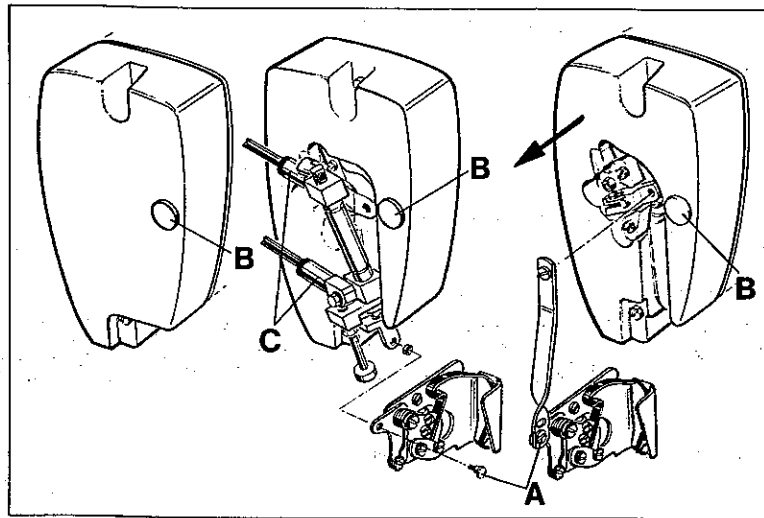
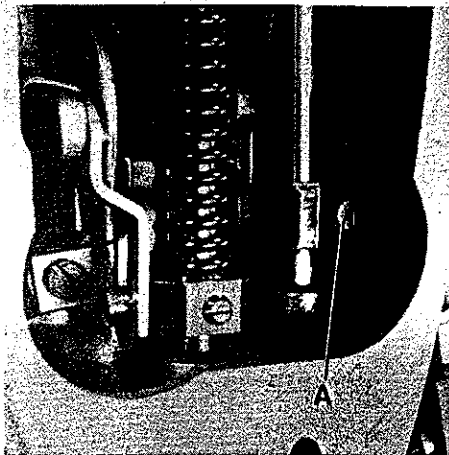
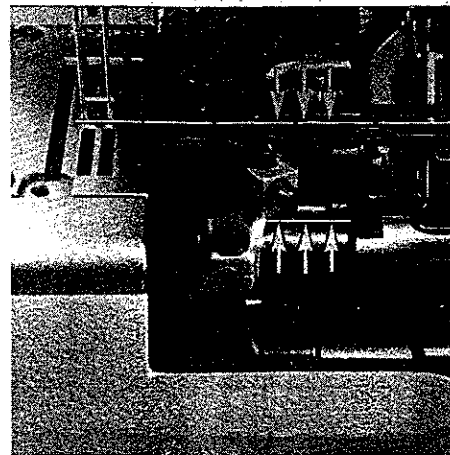
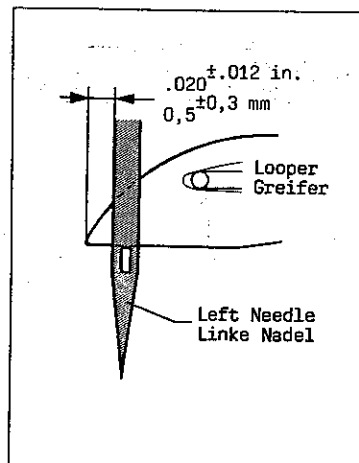

Fig.18
Fig. 19
Fig.20
Fig. 22
1. Remove the head cover*, presser foot and feed dogs. For removing the head cover on styles with thread wiper also shoulder screw (A, Fig. 18) on bell crank lever of thread wiper has to be screwed out. On styles equipped with pneumatic thread wiper additionally the PA-tubes have to be disconnected on the straight connectors (C) of the air cylinder. On styles with solenoid operated thread wiper the head cover has to be removed horizontally (in direction of the arrow) to avoid damaging of plug and receptacle.
3. Loosen screw (A, Fig. 19) and turn needle bar as required, so the needles center in the needle holes of throat plate and are parallel to the looper shaft (see Fig. 20). This can be checked by holding a ruler against the needles.
4. Retighten screw (A, Fig. 19).
* The needle bar can also be aligned and set to height without removing the head cover. For this, remove plug (B, Fig. 18) in the head cover to have access to screw (A, Fig. 19) in the needle bar connection. Remount the plug.
1. Entfernen Sie den Kopfdeckel*, Drückerfuß und Transporteure. Zum Entfernen des Kopfdeckels muß bei Maschinen mit Fadenzieher auch die Ansatzschraube (A, Fig. 18) am Winkelhebel des Fadenziehers herausgedreht werden. Bei Maschinen, die mit pneumatischem Fadenzieher ausgerüstet sind, müssen zusätzlich die PA-Schläuche an den geraden Verschraubungen (C), am Luftzylinder gelöst werden. Bei Maschinen mit magnetisch betätigtem Fadenzieher muß der Kopfdeckel horizontal (in Pfeilrichtung) abgezogen werden, damit Stecker und Steckbuchse nicht beschädigt werden.
3. Lösen Sie die Schraube (A, Fig. 19) und drehen Sie die Nadelstange so, daß die Nadeln mittig in die Stichlöcher der Stichplatte einstechen und parallel zur Greiferwelle stehen (siehe Fig. 20). Dies kann durch Anlegen eines Lineals an die Nadeln geprüft werden.
4. Ziehen Sie die Schraube (A, Fig. 19) wieder an.
* Die Nadelstange kann auch ohne Abbau des Kopfdeckels ausgerichtet und auf die Höhe eingestellt werden. Entfernen Sie dazu den Verschlussstopfen (B, Fig. 18) im Kopfdeckel, damit die Schraube (A, Fig. 19) im Nadelstangen-Mitnehmer zugänglich wird. Montieren Sie den Verschlussstopfen wieder.
The height of needle bar is correct, when the looper point at its travel from right to left is 0.5 mm (.020 in.) left of the left needle (see Fig. 22) and the top of the needle eye is flush with the underside of the looper. For adjustment loosen screw (A, Fig. 19)* and move needle bar up or down as required. Retighten screw (A).
Die Nadelstangenhöhe ist richtig eingestellt, wenn die Greiferspitze bei ihrem Weg von rechts nach links 0,5 mm links der linken Nadel steht (siehe Fig. 22) und Oberkante Nadelöhr und Unterkante Greifer in gleicher Höhe stehen. Lösen Sie für diese Einstellung die Schraube (A, Fig. 19)* und schieben Sie die Nadelstange nach Bedarf nach oben oder unten. Ziehen Sie die Schraube (A) wieder an. Beachten Sie, daß bei dieser Einstellung die Nadelstange nicht verdreht wird.